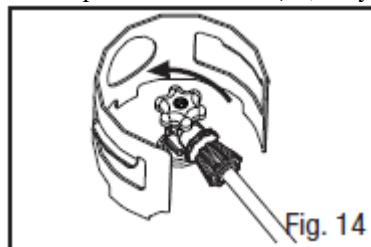

Рис. 14
6. Поверніть клапан LPG, щоб пустити скраплений вуглеводневий газ (рис. 14).